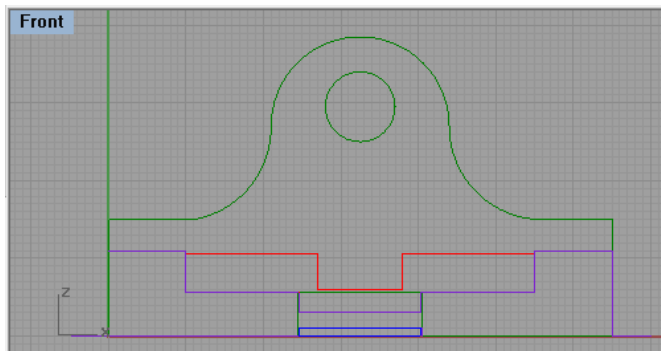

Figura 5.50
3.- El modelo queda como se muestra en la figura 5.50.